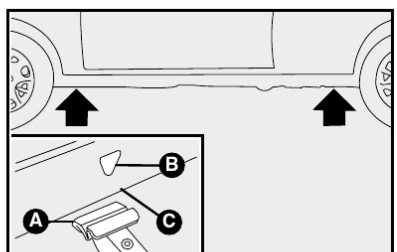

fig. 8
3) colocar o macaco onde está marcado o símbolo ▼ B-fig. 8, perto da roda a substituir, e certificar-se de que a ranhura A do macaco esteja bem encaixada na longarina C.